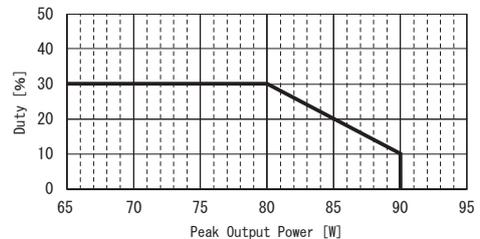

図6.3 Dutyとピーク出力電力の関係(TECS65F)
- ・ $\text{Duty} = \frac{t_1}{t_1 + t_2} \times 100[\%]$ 図 6.3 参照